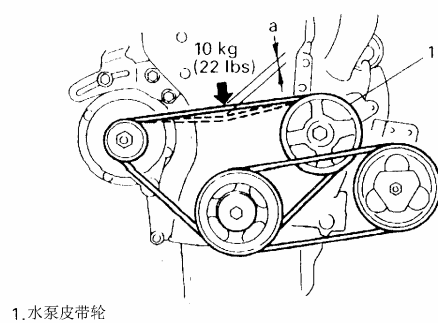

Рис. 4-143.
2). Как показано на Рис. 4-143, проверить натяжение ремня. При необходимости отрегулировать.